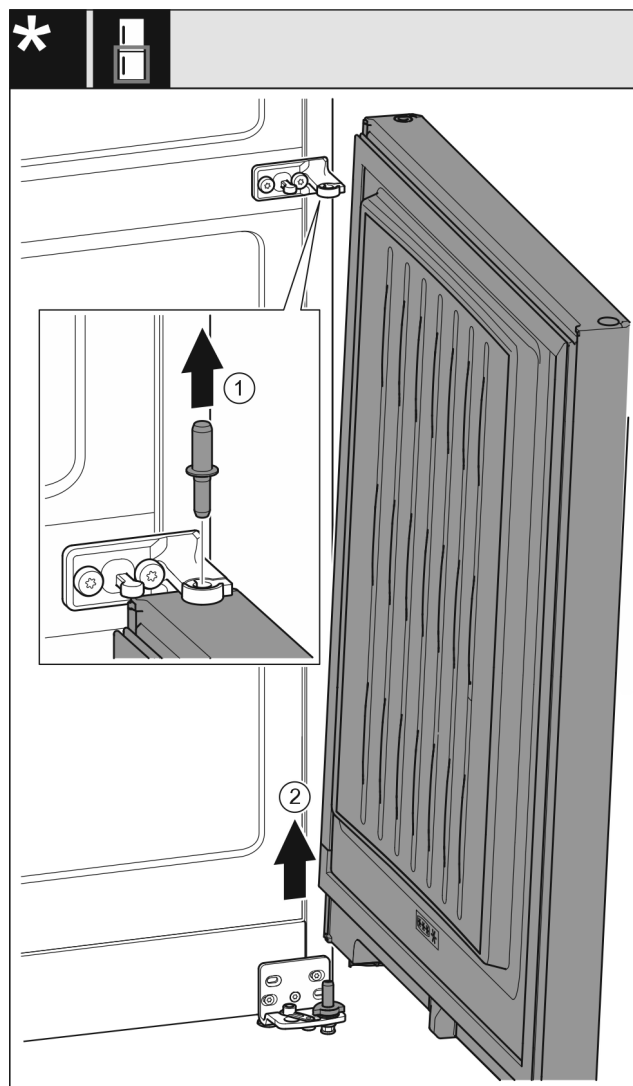

Fig. 31 Bez tlumiče zavírání*
- Čep Fig. 31 (1) vytáhněte nahoru.*
- Dveře Fig. 31 (2) kýváním vysadíte a odložte stranou.*